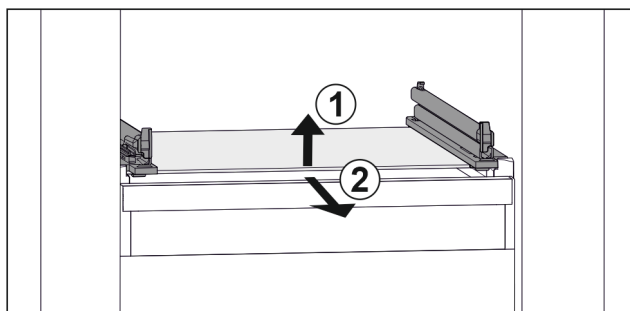

Fig. 112 Przykładowa prezentacja płyty szklanej
- ▶ Unieść płytę szklaną z przodu. Fig. 112 (1)
- ▶ Wyjąć płytę szklaną do przodu. Fig. 112 (2)